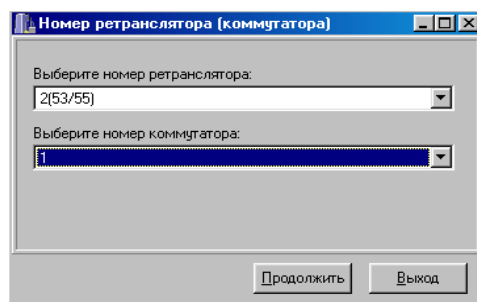

Рисунок 36
– **Групповая отработка** – снятие оператором системных состояний по группе адресов АТС/КН (рисунок 36). Команда требует ввода пароля.
– **Групповое удаление формуляров** – удаление всех формуляров (200 адресов) под конкретным КН (рисунок 36) вне зависимости от типа опроса линии. Работает только для версии УТОИ от 10.2003. Команда требует ввода пароля.
– **Групповой запрос состояния** – запрос состояния по всем формуляром данного КН (рисунок 36). В отличие от запроса состояния в цикле – выполняется в 16 раз быстрее. Работает только для версии УТОИ от 10.2003.